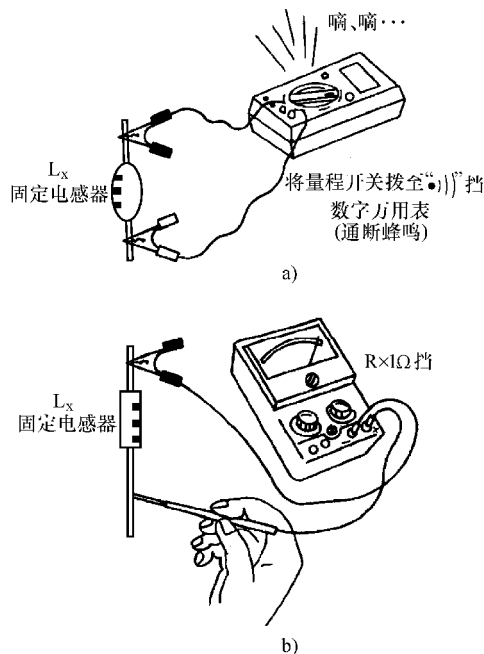

图 1-108 万用表测试电感器
① 被测电感器电阻值为零,说明电感器内部线圈有短路性故障。注意测试操作时,一定要先认真将万用表调零,并仔细观察指针向右摆动的位置是否确实到达零位,以免造成误判。当怀疑色码电感器内部有短路性故障时,最好用“ $R \times 1\Omega$ ”挡反复多测几次,这样,才能作出正确的鉴别。
② 被测电感器有电阻值。色码电感器直流电阻值的大小与绕制电感器线圈所用的漆包线线径、绕制圈数有直接关系,线径越细,圈数越多,电阻值越大。一般情况下用万用表“ $R \times 1\Omega$ ”挡测量,只要能测出电阻值,就可认为被测电感器是正常的。
③ 被测电感器电阻值为无穷大,这种现象比较容易区分,说明电感器内部的线圈或引出端与线圈接点处发生了断路故障。
3) 电感器好坏的简易测试:在家用电器的维修中,如果怀疑某个电感器有问题,通常是用简单的测试方法,来判断它的好坏,如图1-108所示。